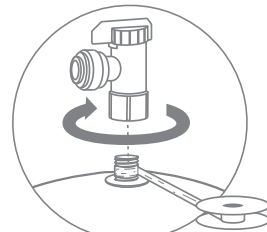

Рис. 14
4. Уплотните фум-лентой резьбовой штуцер накопительного бака, плотно накрутите вентиль *i* (в 1) на резьбовой штуцер (рис. 14). данный вентиль с цанговым подключением трубки.